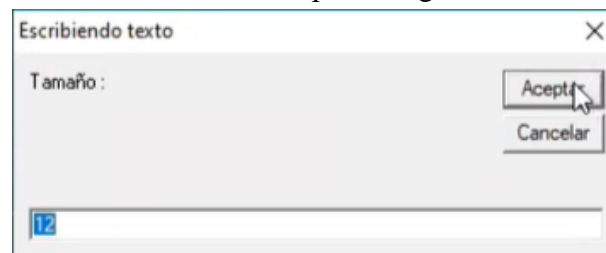

Figura 302. Tamaño de letra.
54. En la tercera ventana, presionar “Aceptar” para que aparezca una nueva ventana e introducir un tamaño de texto adecuado. Presionar “Aceptar”. Figura 302.